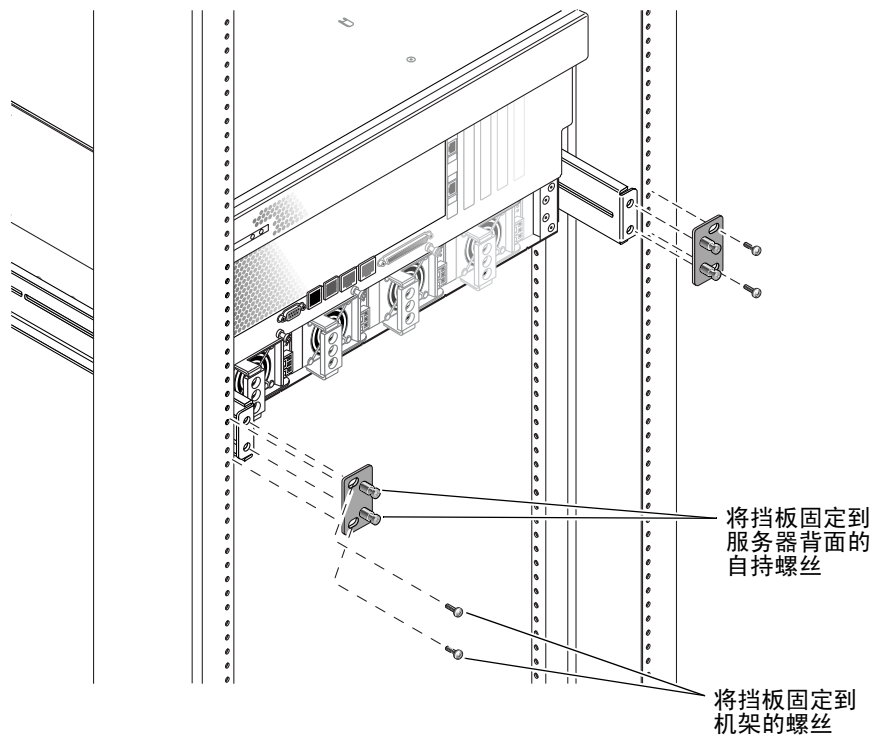

图 3-5 将服务器后端固定到机架上
9. 在机架背面，使用两颗自持螺丝将两个后端装配挡板固定到安装在服务器上的后端装配支架上（图 3-5）。
10. 对每个后端装配支架使用两颗螺丝，将后端装配支架固定到机架后端（图 3-5）。所使用螺丝的尺寸将因机架而异。